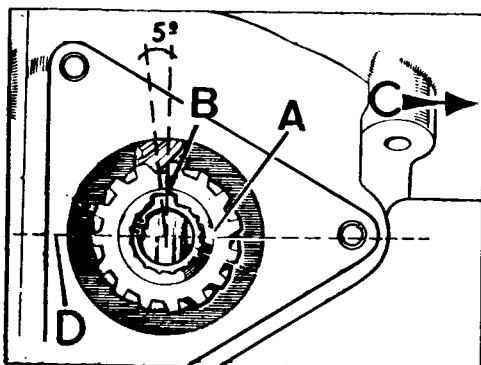

Fig. A1-117 Sincronización del piñón de mando con respecto al árbol de levas
- 2.4. El piñón de mando, A (Fig. A1-117) deberá quedar con la ranura ancha, B, desplazada 5° aproximadamente hacia la izquierda, con respecto a la línea perpendicular al eje longitudinal del motor (motores de 5 apoyos). En motores de 3 apoyos, esta ranura deberá quedar totalmente perpendicular al eje longitudinal, D.